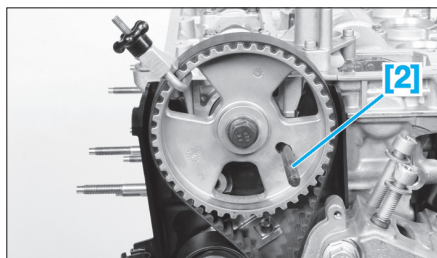

Fig. 10
- Tourner le moteur par la vis de fixation de la poulie d'accessoires (8) jusqu'à pouvoir engager la pignone d'arbre à cames [2] (Fig.10).